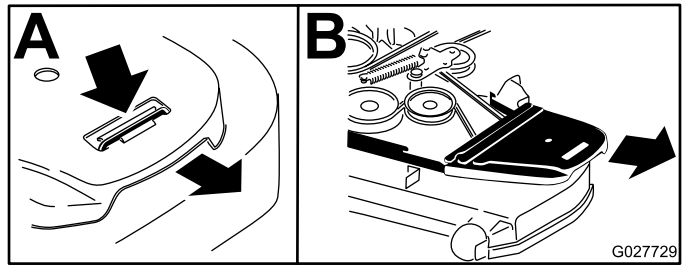

Figura 59
7. Retire as coberturas da correia (Figura 59).